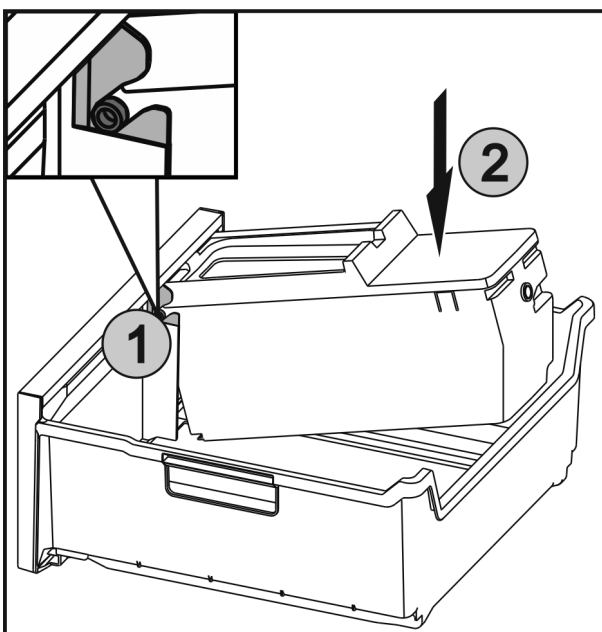

Fig. 39
- Inserire gli assi Fig. 39 (1) di EasyTwist-Ice nelle guide e premere la parte posteriore Fig. 39 (2) finché la linguetta non si innesta.